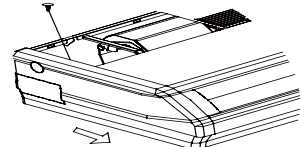

Рис.3
- 1) Отверните винты, крепящие боковую панель и потяните ее вперед (в направлении стрелки) для извлечения (Рис. 3)